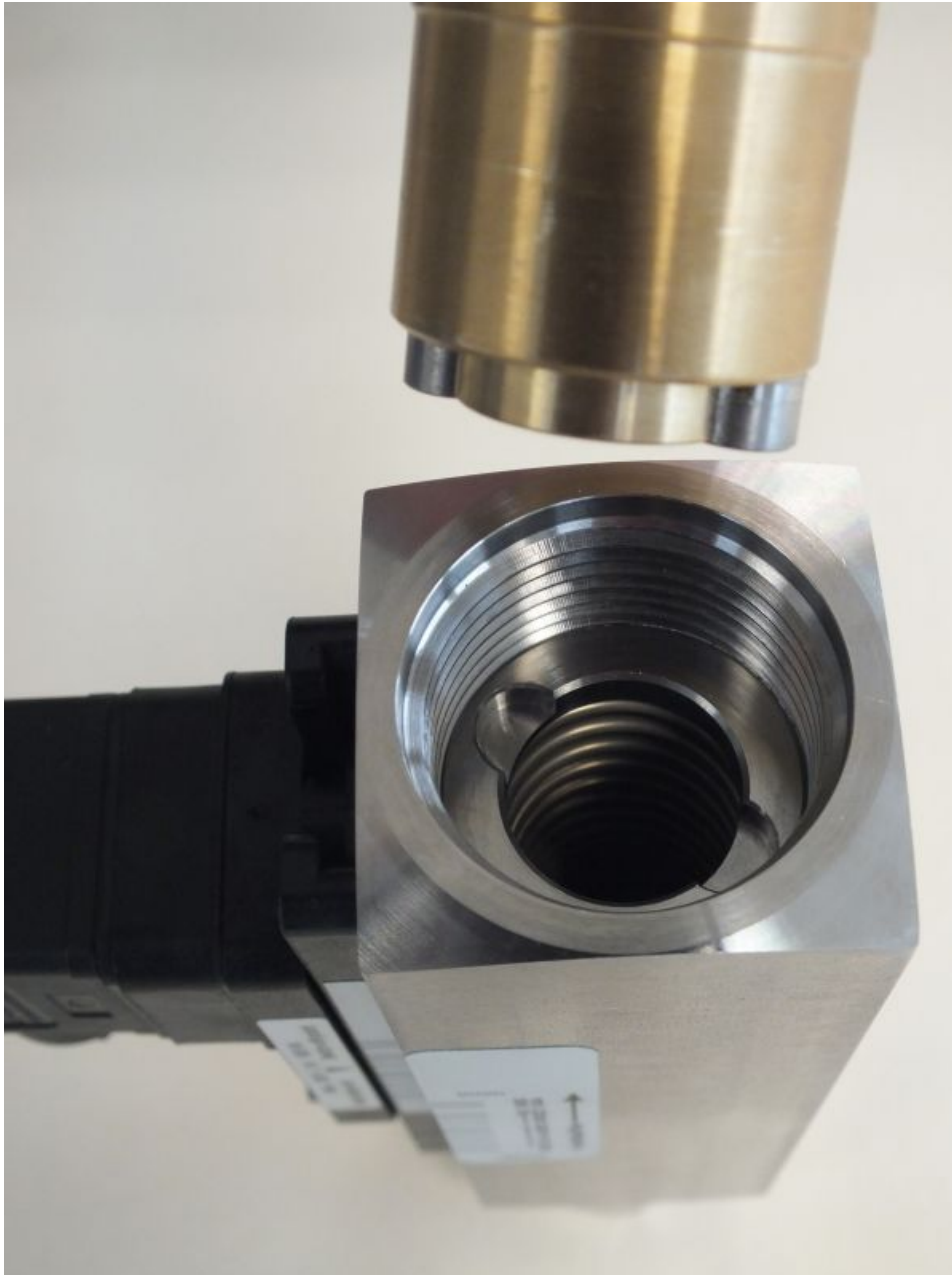

Abb. 43: Eindrehwerkzeug-Gewinding einführen (Ausgang)
- 3.** Das Eindrehwerkzeug-Gewinding in den Geräteausgang einführen (Abb. 43) und drehen bis es in die Mitnehmer-Nut des Gewindinges einrastet